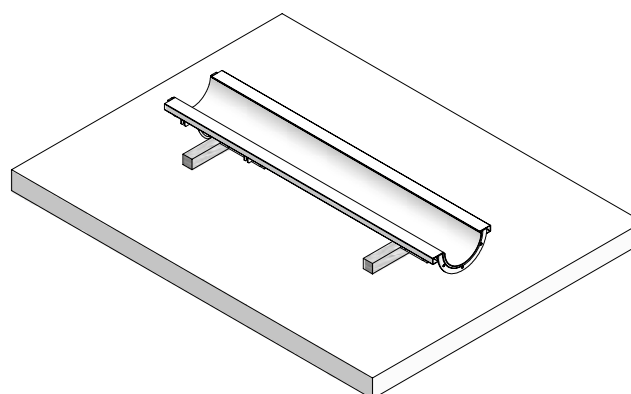

Fig. 15.2
2. Séparer les demi-coques à l'aide d'une cale en bois et déposer la première demi-coque pour le nettoyage (fig. 15.2).